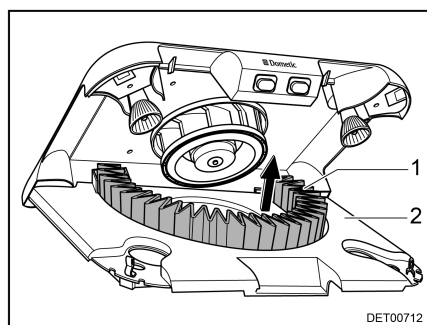

Bild 117 Byta aktivt kolfilter
- Ta ut det aktiva kolfiltret (Bild 117,1) uppåt från hållaren.
- Sväng upp filterhållaren (Bild 117,2) tills den hakar fast.